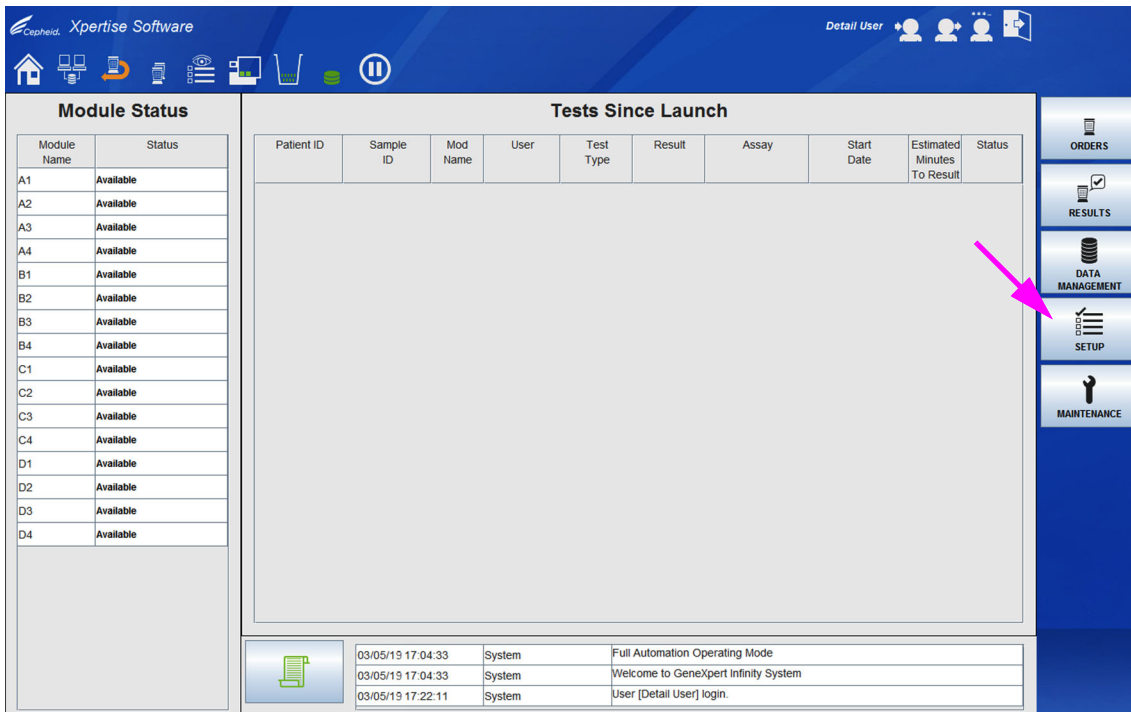
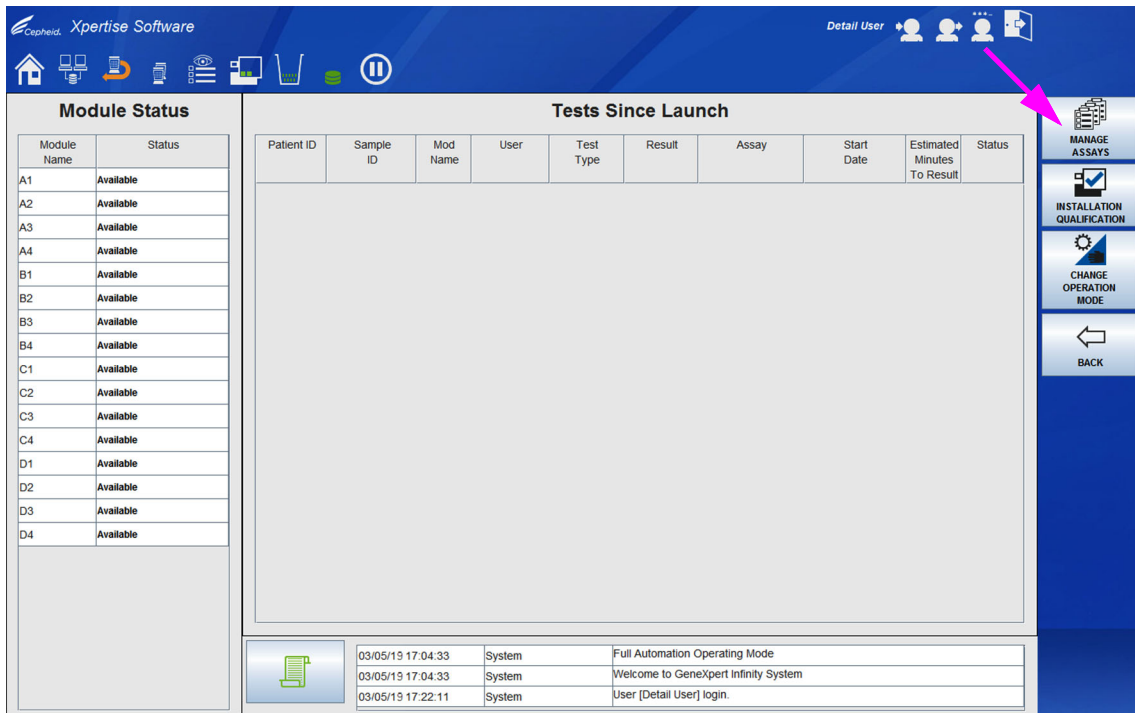
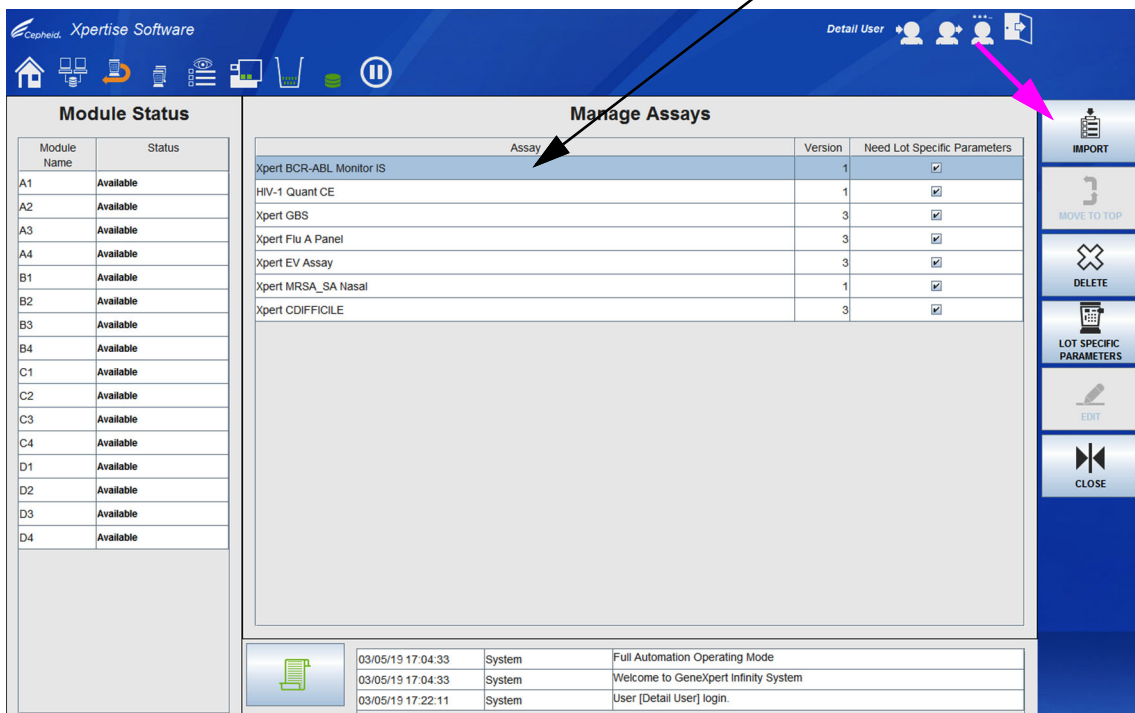
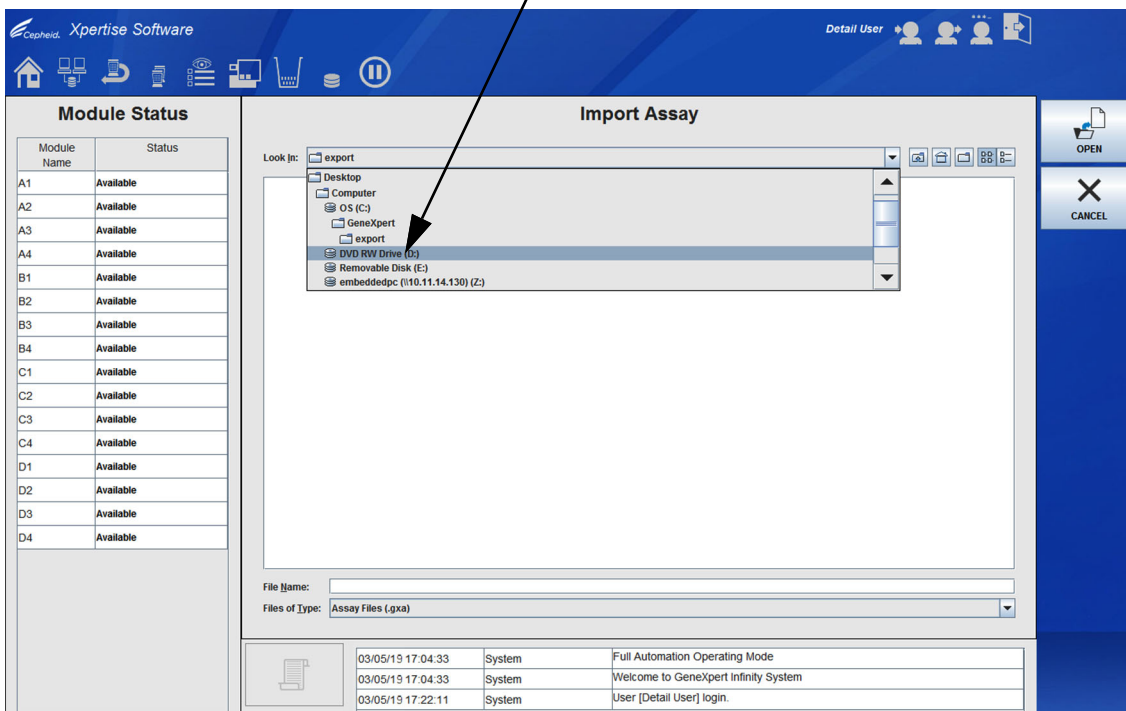

图 2-54. Xpertise 软件主页工作区
图 2-55. 设置菜单
图 2-56. Xpertise 管理检测法 (Manage Assays) 工作区
图 2-57. 导入检测法 (Import Assay) 工作区 – 导航至 DVD 驱动器
1. 在 Xpertise 软件 (Xpertise Software) 主页工作区中，选择**设置 (SETUP)** 按钮。请参见图 2-54。显示设置菜单。请参见图 2-55。
2. 选择**管理检测法 (MANAGE ASSAYS)** 按钮（参见图 2-55）。管理检测法 (Manage Assays) 工作区会出现并显示一系列先前导入的所有检测法。请参见图 2-56。
注 如果这是初次系统安装，图 2-56中所示的管理检测法 (Manage Assays) 工作区将不会显示任何检测法。
3. 选择**导入 (IMPORT)** 按钮（参见图 2-56）。导入检测法 (Import Assay) 工作区会显示。请参见图 2-57。
4. 在**查找: (Look in:)** 下拉菜单下方, 导航至 DVD 驱动器。请参见图 2-57。
新的检测法名称和版本号会出现在管理检测法 (Manage Assays) 工作区中的检测法列表。请参见图 2-56。检查检测法名称和版本号以核实您是否已导入正确的检测法定义。